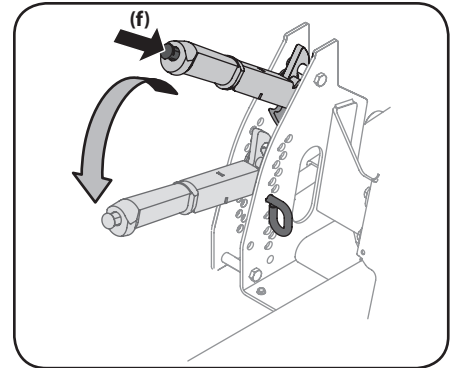

Figure 3-13
3. Pressez le bouton du levier de relevage du plateau de coupe (f), relevez le levier légèrement pour le décrocher de l'index, puis placez-le dans le trou correspondant à la hauteur de coupe désirée (g). Voir Figure 3-13.